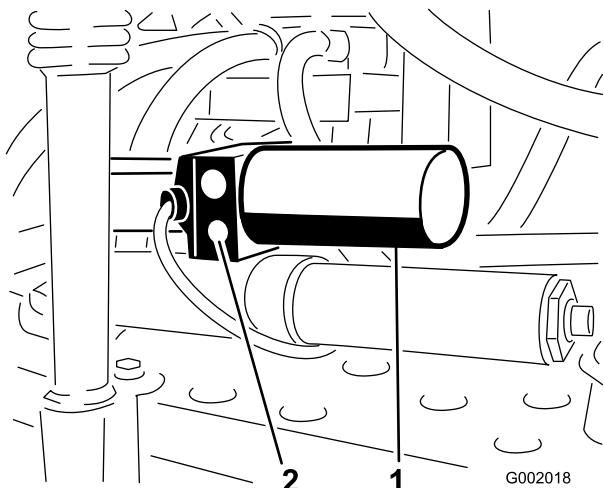

Figura 72
- Coloque a válvula de descarga manual no accionador para cada rampa. A válvula de descarga manual é a válvula de descarga mais pequena e encontra-se num dos lados do corpo do accionador (Figura 72).